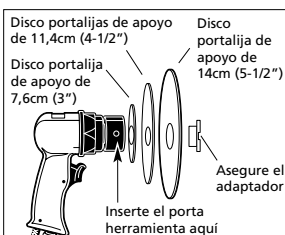

Figura 2
Se recomienda utilizar discos de resina de 7,6cm (3") o 15,2cm (6") con soportes no adhesivos. Los discos deben tener centros punzonados con un diámetro de 22,2mm (7/8") para un acoplamiento adecuado. Para lograr un mejor respaldo cuando utilice discos de más de 7,6cm (3"), emplee todos los discos portalijsas del mismo tamaño o más pequeños que el disco de resina (Véase figura 2). Para instalar el disco de resina, siga los procedimientos señalados.
1. Monte los discos portalijsa de apoyo tal como se muestra en la figura 2. Asegúrese que el centro hendido de los discos estén orientados hacia
3. Ajuste con la mano el seguro del adaptador, luego inserte la herramienta en el agujero tal como se muestra en la figura 2. Inserte un destornillador grande en la ranura sobre el seguro del adaptador y ajústelo firmemente.